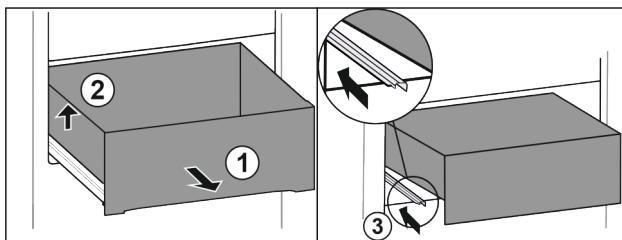

Fig. 77
- ▶ Schubfach bis zum Anschlag herausziehen. Fig. 77 (1)
- ▶ Schubfach links anheben. Fig. 77 (2)
- ▶ Linke Schiene einschieben. Fig. 77 (3)